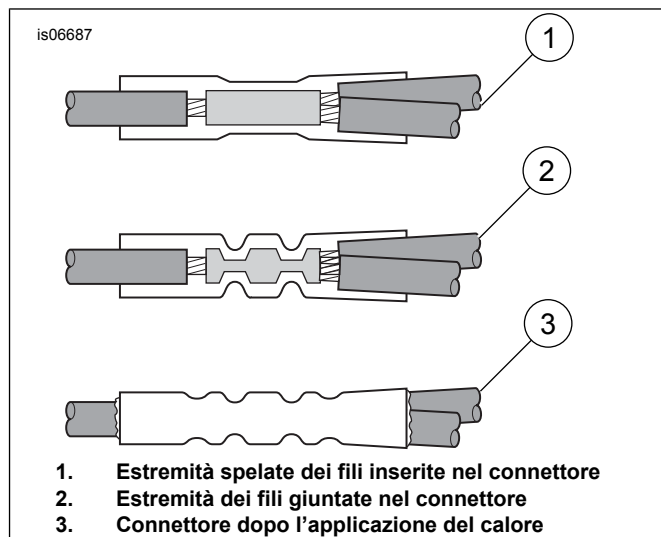

Figura 6. Installazione dei connettori a giunto di testa a tenuta
20. Vedere Figura 6 l'appendice sui connettori del manuale di manutenzione. Far scorrere il tubo termoretrattile sul filo nero del kit del cablaggio, quindi giuntare il connettore elettrico al filo con l'apposita pinza per giuntaggio N^o codice H-D 38125-8.
21. Portare entrambi i fili della luce (4) al connettore. Accorciare i fili, lasciando circa 25 mm (1 in) di filo oltre al connettore a giunto di testa. Tagliare il tubo di protezione dei fili (5) all'incirca di 38 mm (1,5 in) dall'estremità del filo.
23. Inserire le estremità dei fili di entrambe le luci (4) nel connettore elettrico (3) e giuntare i fili al connettore con l'apposita pinza per giuntaggio.